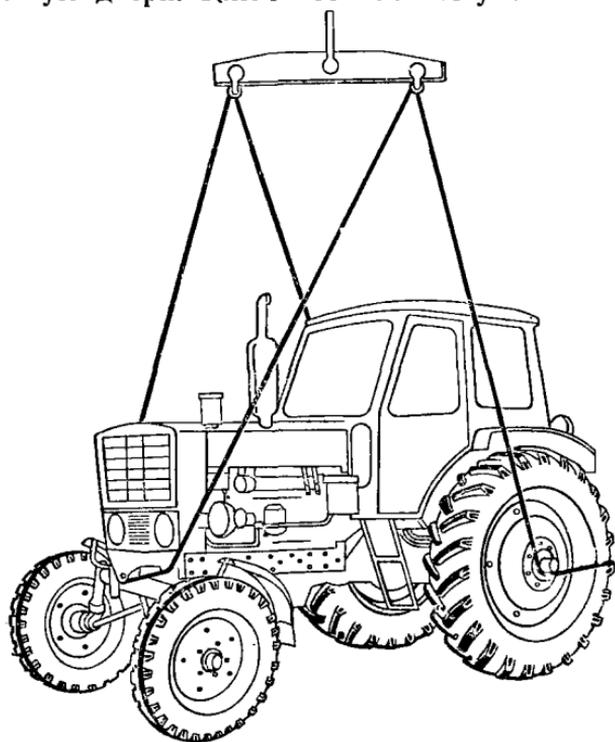

Рис. 83. Схема строповки трактора
10. Захват, погрузку (выгрузку) тракторов на платформы транспорта выполняйте согласно схеме строповки трактора (рис. 83) и Правилам Госгортехнадзора.